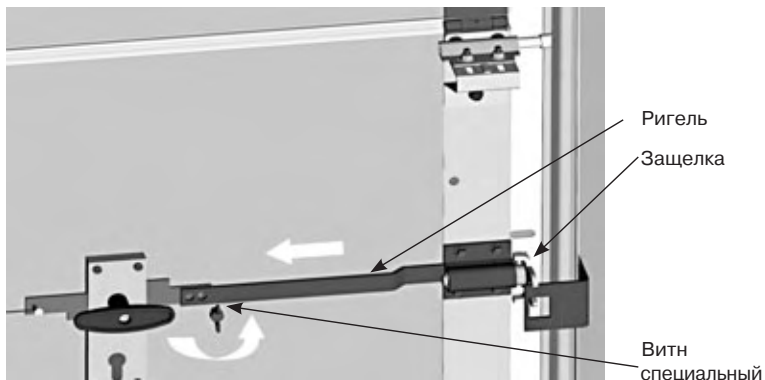

Рис. 3. Разблокировка защелки и ригеля ригельного замка
- ригель сдвинуть в сторону (рис. 3) до выхода ригеля из паза защелки. Защелка и ригель разблокированы;
- переустановить специальный винт во второе отверстие ригеля. Закрепить винтом ригель к замку (рис. 3 и 4).